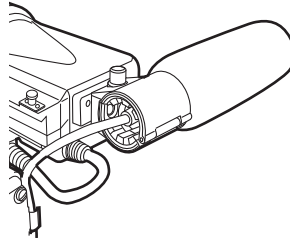

Abb. 2
- 2** Bringen Sie das Mikrophon an und ziehen Sie die Klemmschraube fest. (Abb. 2)